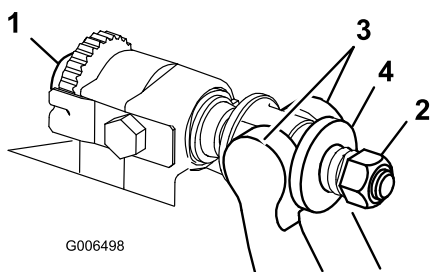

Figura 26
- Rode os parafusos de ajuste da barra de apoio no sentido contrário ao dos ponteiros do relógio, para afastar a lâmina de corte do cilindro (Figura 26).
2. Faça recuar a porca da mola tensora até que a anilha deixe de estar sob tensão contra a barra de apoio (Figura 26).